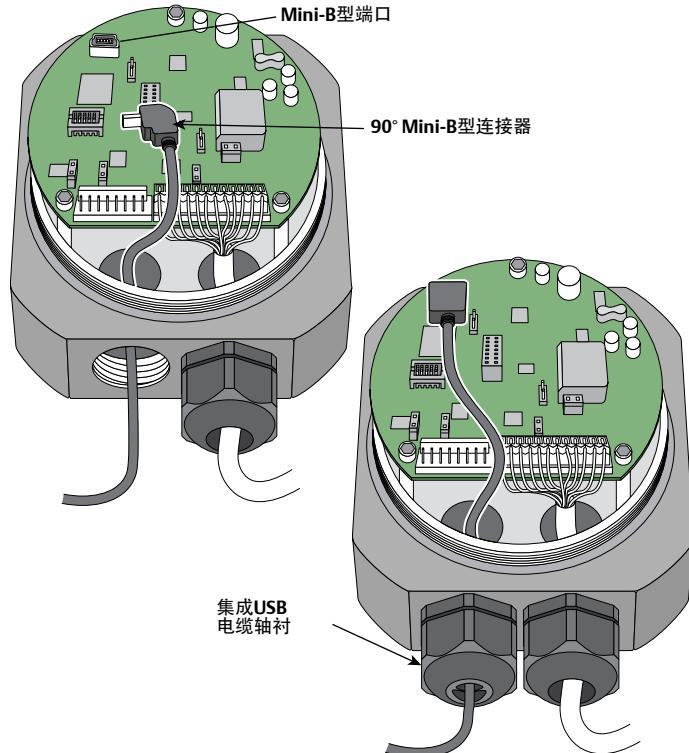

图13: 连接USB电缆
1. 按照图13所示，将 Mini-B型连接器放入ER5000底座处的左侧导管端口。